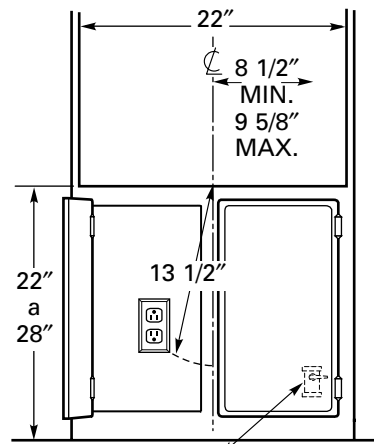

Fig. 6
- B** Instale el receptáculo eléctrico más abajo del horno en el lado izquierdo, en un lugar donde se pueda alcanzar fácilmente a través de las puertas del gabinete. (Vea Fig. 6).